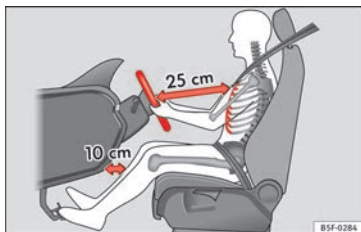
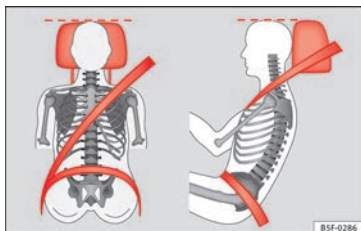

Fig. 80 La distance correcte entre le conducteur et le volant doit être de 25 cm minimum (10 pouces).
Fig. 81 Sangle bien ajustée et appuie-tête correctement réglé.
- Réglez l'appuie-tête de manière à ce que son bord supérieur soit, dans la mesure du possible, à la même hauteur que la partie supérieure de votre tête, et au moins à la hauteur de vos yeux. Gardez la nuque le plus près possible de l'appuie-tête » **fig. 80** et » **fig. 81**.
- Réglez le volant à une distance d'au moins 25 cm (10 pouces) de votre cage thoracique » **fig. 80** et de sorte à pouvoir saisir des deux mains et avec les bras légèrement fléchis le volant latéralement par la partie extérieure.
- Réglez le siège du conducteur dans la longueur de manière à pouvoir actionner à fond les pédales avec les jambes légèrement fléchies tout en maintenant les genoux à au moins 10 cm (4 pouces) de la planche de bord » **fig. 80**.